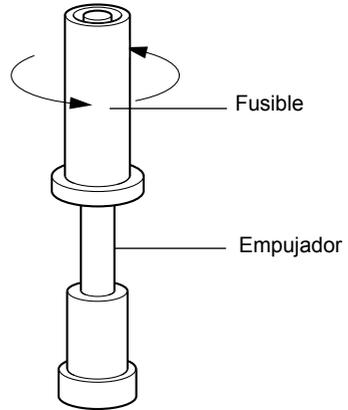

Fig. 8
- Ahora se puede desenroscar el fusible del empujador y se puede colocar el nuevo Fig. 8. También se puede rearmar el fusible una vez desmontado, se sumerge en agua caliente a una temperatura superior a la de fusión, 80°C (176°F) en el fusible estándar. Cuando el material fusible alcanza un estado líquido, se pueden apretar los dos cilindros hasta que estén alineados. Dejar enfriar y volver a montar.